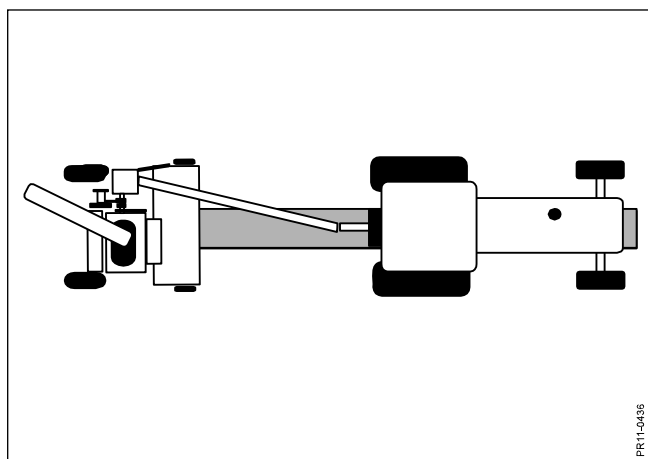

Fig. 5-9
- Fig. 5-9** 3) Snitteren arbejder her in-line, idet traktoren kører henover det lagte skår. Denne teknik er selvsagt bedst velegnet til opsamling af enkeltskår, da man skal undgå at traktoren kører i afgrøden. Teknikken er stadig egnet til aflæsning til begge sider, og bringer traktorerne tæt på hinanden.